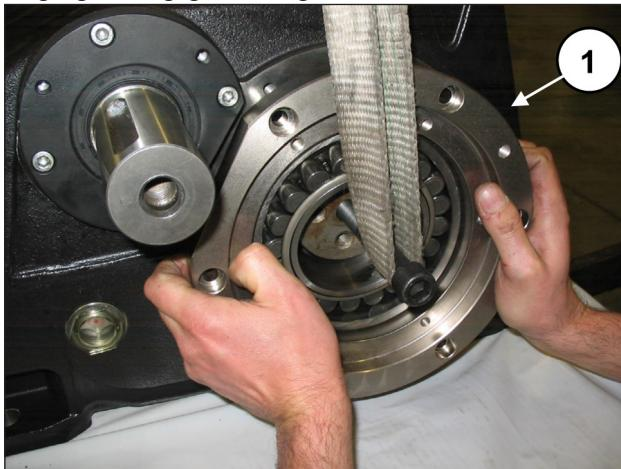
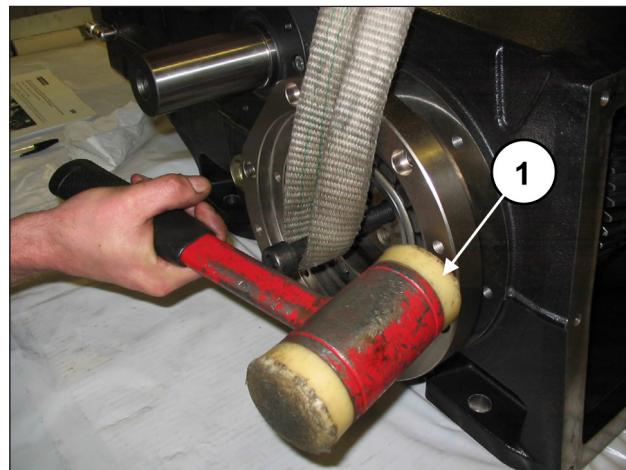

Abb. 72
Abb. 73
Setzen Sie zwei Gewindestifte M16 an das Ende der Kurbelwelle und setzen Sie bei angehobener Welle (Pos. ①, Abb. 72) den Lagerdeckel samt Lager und O-Ring (Pos. ①, Abb. 73) mithilfe eines Schlagwerks ein. Wiederholen Sie den Vorgang an der gegenüberliegenden Seite.